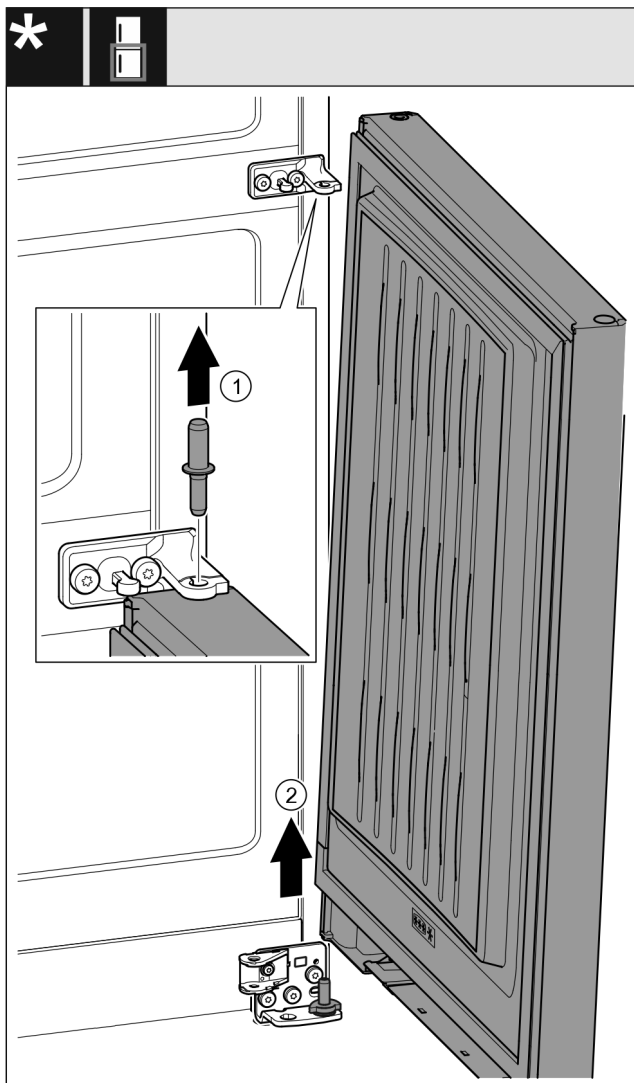

Fig. 23 \*
- ▶ Bolzen nach oben herausziehen. Fig. 23 (1)\*
- ▶ Tür herausschwenken, nach oben ziehen und beiseitestellen. Fig. 23 (2)\*